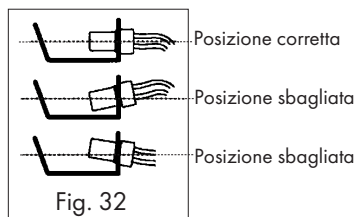

Fig. 32
- Sostituire la fotocellula. Per la posizione corretta della fotocellula, vedere la Fig. 32